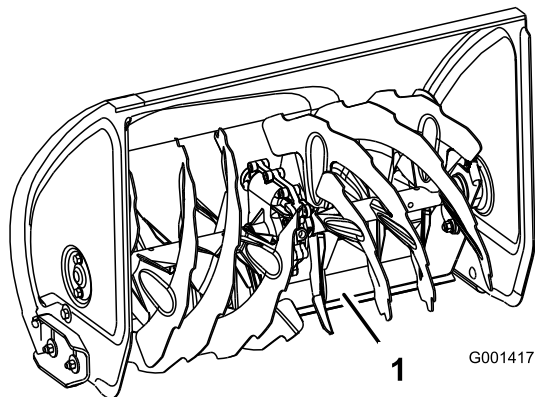

Рисунок 46
4. Нажмите вниз на рукоятки, чтобы поворотный скребок мог переместиться полностью вперед, затем опустите переднюю часть снегоочистителя вниз для того, чтобы передний край скребка коснулся земли (Рисунок 46).